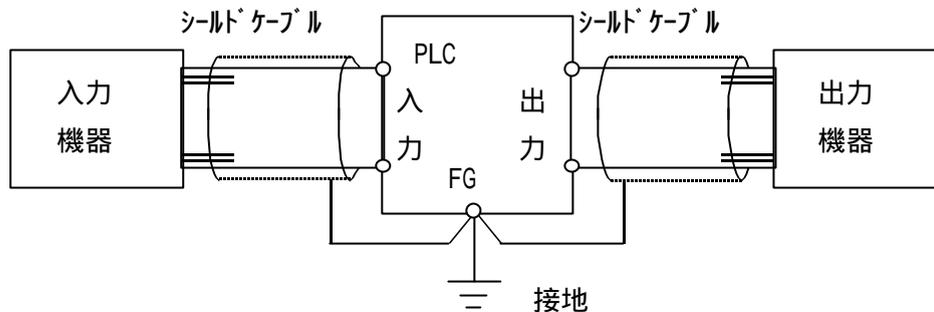

図1.7 シールドケーブルの処理
- 4) 原則としてシールド被覆は入出力機器側を開放し，PLC側で接地する。図1.7参照